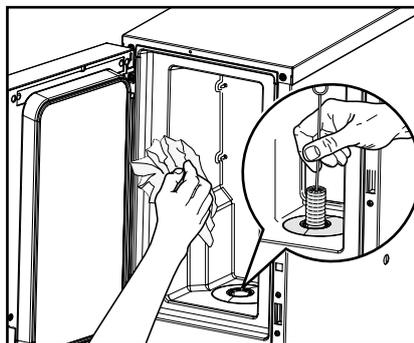

Fig. 25
4. Limpe o interior do compartimento de frio: (Fig. 25)